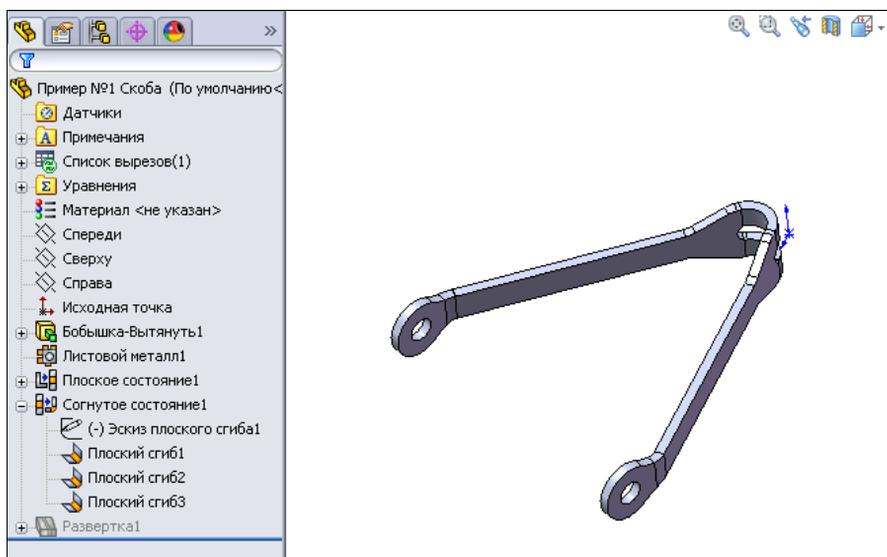

Рис. 4.31
12. Настройки Плоского сгиба3 в точности совпадают с настройками Плоского сгиба2. В результате получим деталь Скоба в окончательном виде (рис. 4.31).